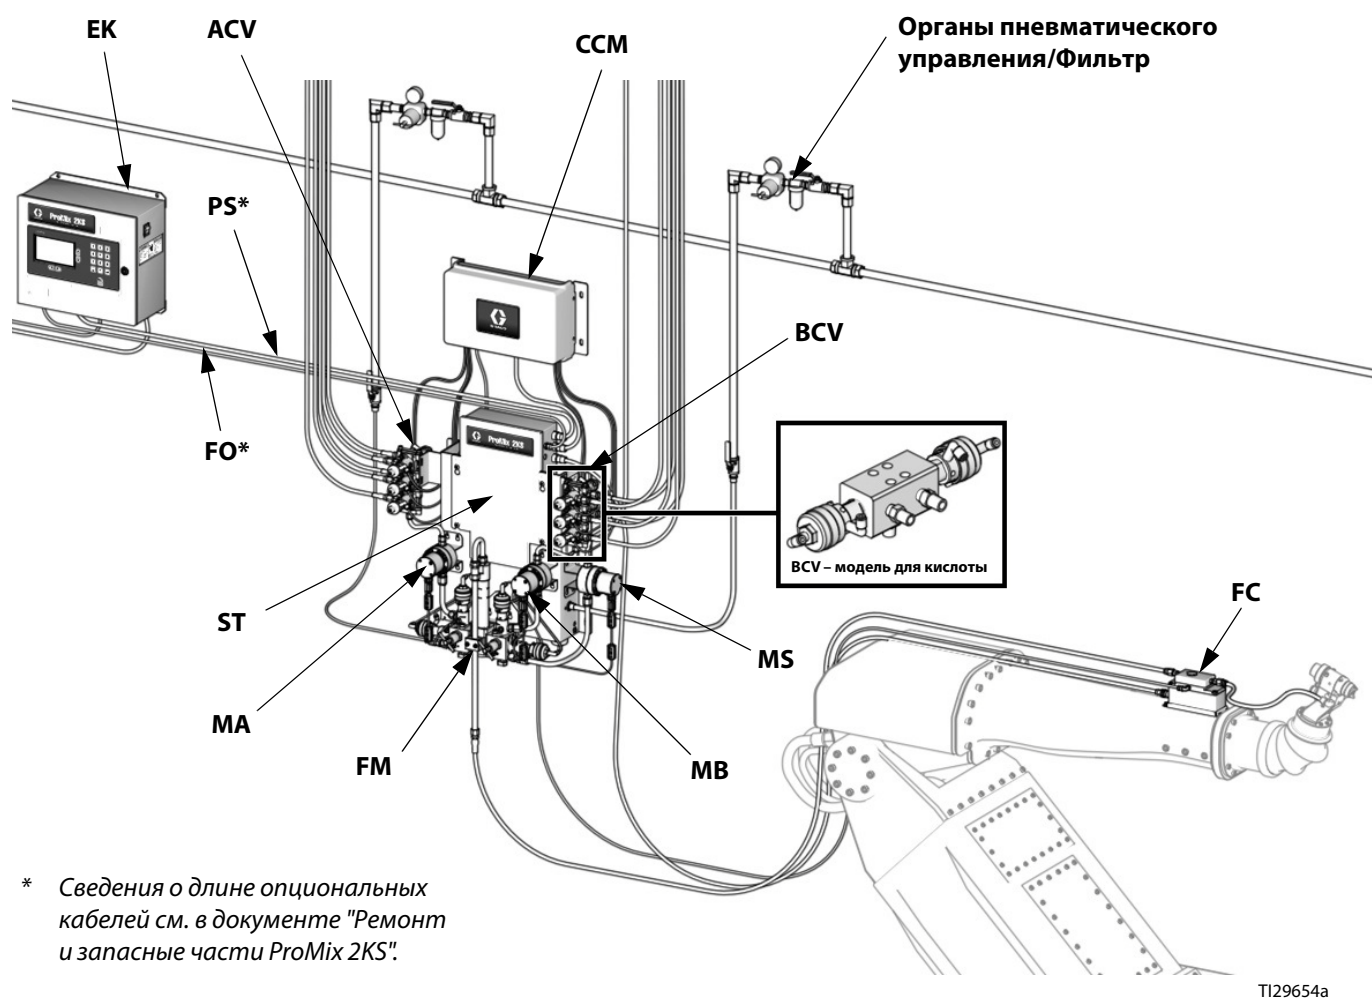

Рис. 3. Настенная система, показана с расходомером G3000, устройством смены цвета и катализатора, дополнительным расходомером растворителя и регулятором расхода
Информацию о компонентах настенной системы см. в Таблица 1 и на Рис. 3, а информацию о компонентах системы RoboMix см. на Рис. 4.
- На Рис. 3, стр. 15 показаны основные компоненты настенной автоматической системы. На Рис. 4, стр. 18 показаны основные компоненты автоматической системы RoboMix. Для получения информации по актуальным проектам системы свяжитесь с дистрибьютором компании Graco.
- **Фильтр трубопровода подачи воздуха:** для удаления масла и воды из трубопровода подачи воздуха и предотвращения загрязнения краски и засорения соленоидов рекомендован воздушный фильтр с размером ячеек не более 10 микрон. См. Рис. 3 или Рис. 4.